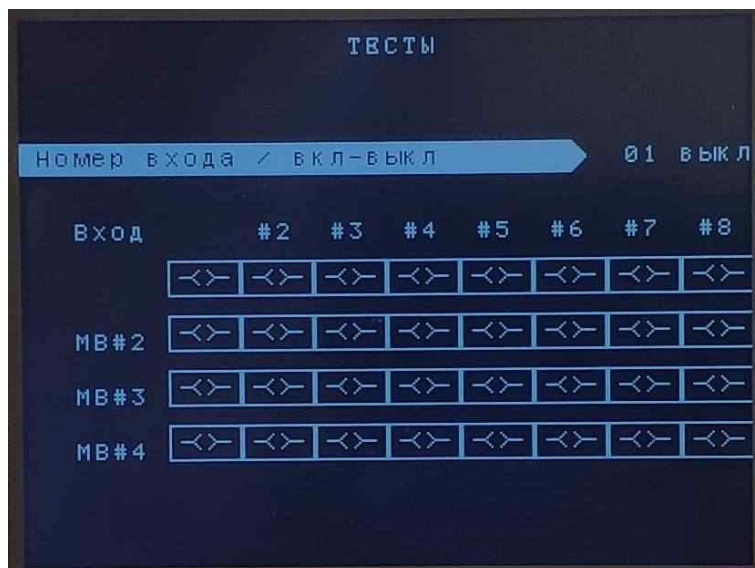

Рисунок 23 – Підрозділ «Тест МВ»
**3.2. «Тест МВ»** - підрозділ призначений для перевірки дискретних входів модуля МВ (див. рисунок 23). Порядок роботи в даному режимі аналогічний п. 3.1. При тестуванні дискретних входів, пуск аварійних команд не виконується.